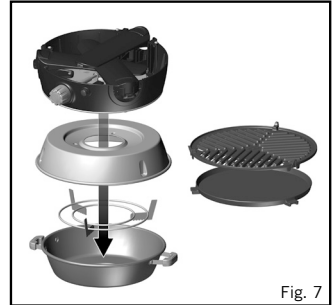

Fig. 7
- Rabattre la partie supérieure du sac et fermer la fermeture éclair principale. (Fig. 7)
- Pour allumer l'appareil à l'aide de l'allumeur piézo, ouvrir le robinet de réglage sur l'appareil en le tournant lentement dans le sens anti-horaire, et appuyer plusieurs fois sur le bouton piézo rapidement pour allumer le Brûleur. Si le Brûleur ne s'enflamme pas, appuyer de nouveau sur le bouton piézo de façon répétitive, tout en augmentant le débit de gaz en tournant le Bouton de réglage jusqu'à ce que le Brûleur s'allume. Si le Brûleur ne s'allume pas dans les 5 premières secondes, fermer le robinet et attendre 30 secondes avant d'essayer à nouveau (Fig. 7).